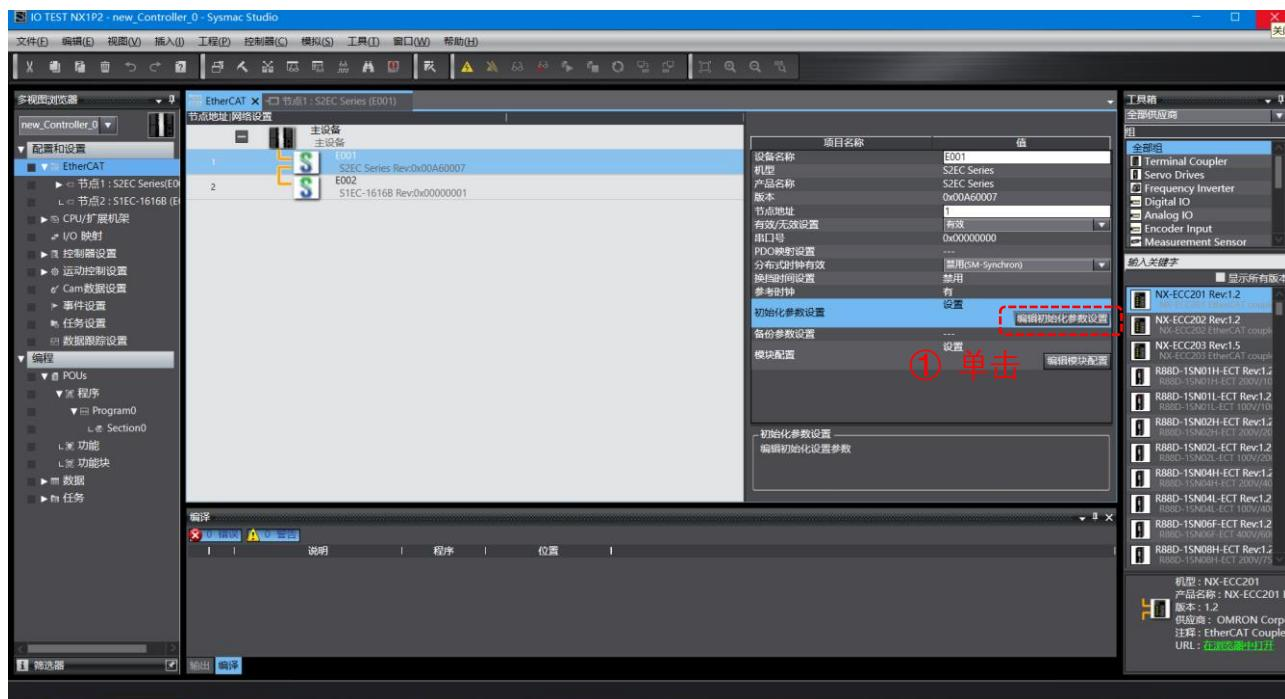

图 3.27
2、初始化参数表编辑法:点击“编辑初始化参数设置”,如图 3.27